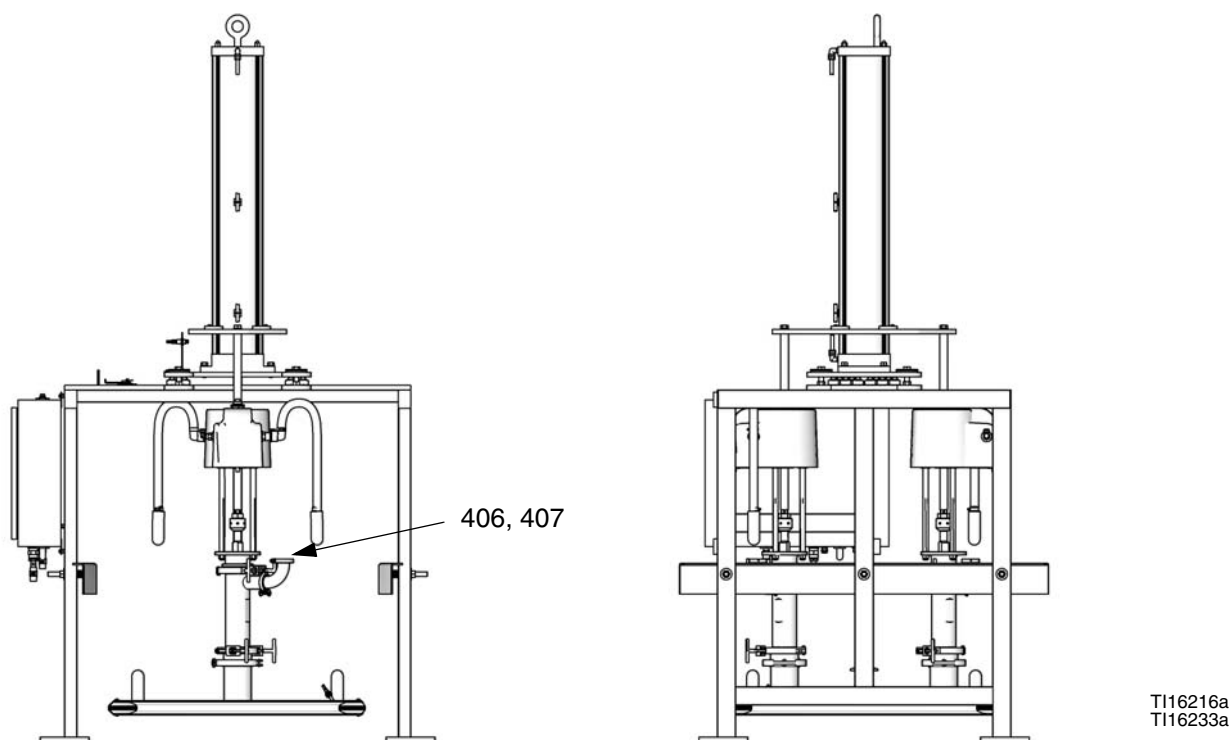

FIG. 5: Collegare i flessibili di uscita della pompa (BESA7A mostrato)
- I flessibili di uscita (di altri fornitori) dovrebbero già essere installati, con attrezzature e supporti, e pronti per il collegamento al tri-clamp di 2 poll. (412, fornito su alcuni sistemi). Vedere la FIG. 5.